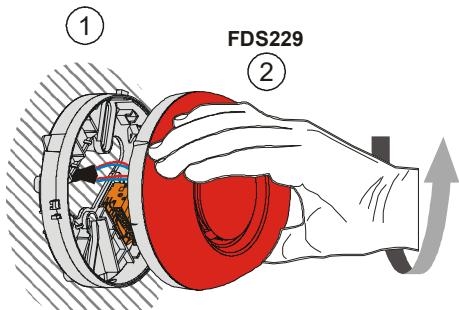

Fig. 1
- Screw in the alarm sounder FDS229 into the detector base by hand until it snaps in (Fig. 1).
- Drehen Sie den Alarmtongeber FDS229 von Hand in den Meldersockel ein, bis er einrastet (Fig. 1).
- Tourner le diffuseur sonore FDS229 à la main dans l'embase de détecteur jusqu'à ce qu'il s'encliquette (fig. 1).
- Enrosque la sirena de alarma FDS229 manualmente en el zócalo del detector hasta que esta encaje (Fig. 1).
- Avvitare manualmente la sirena d'allarme FDS229 nella base del rivelatore finché si arresta in posizione (Fig. 1).